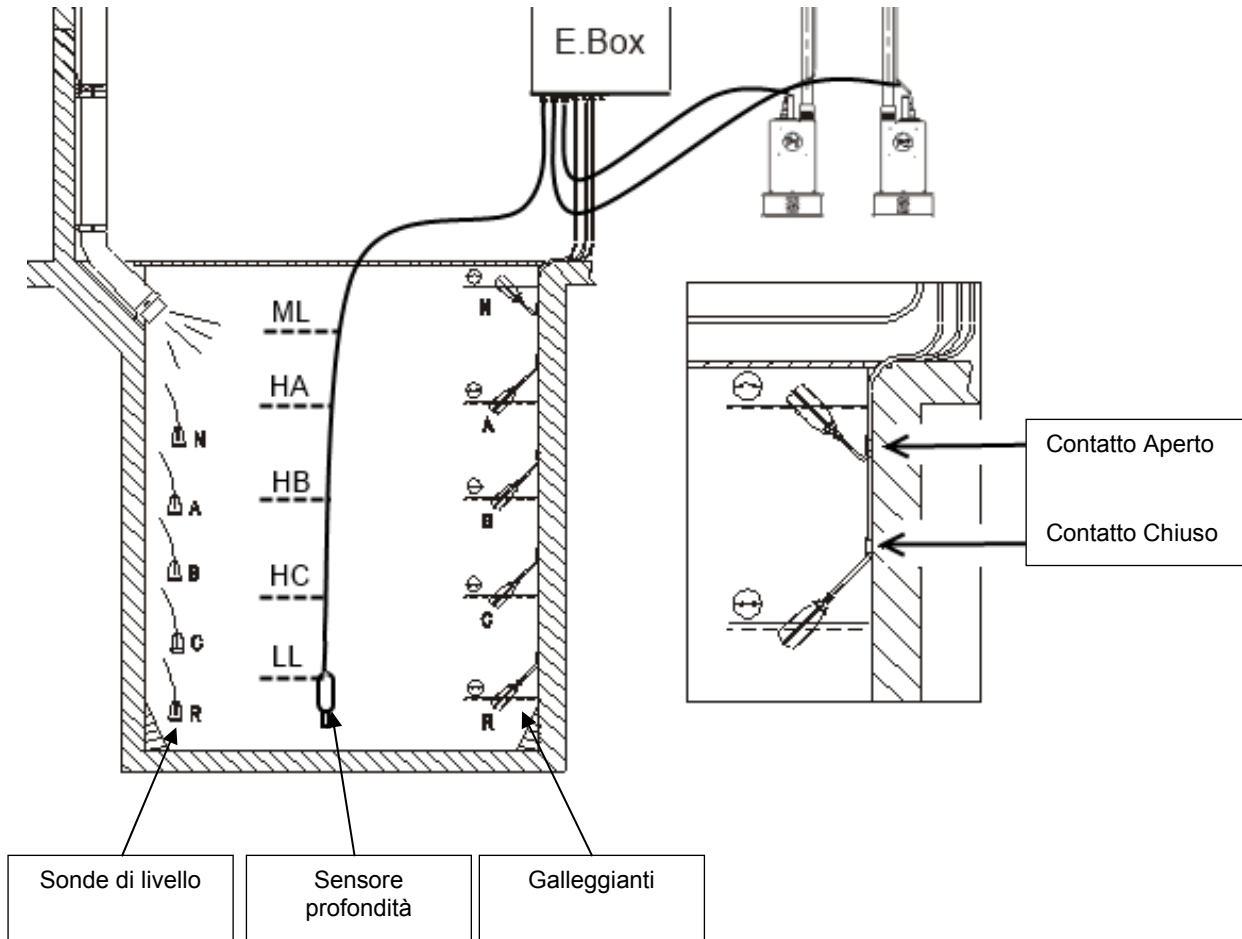
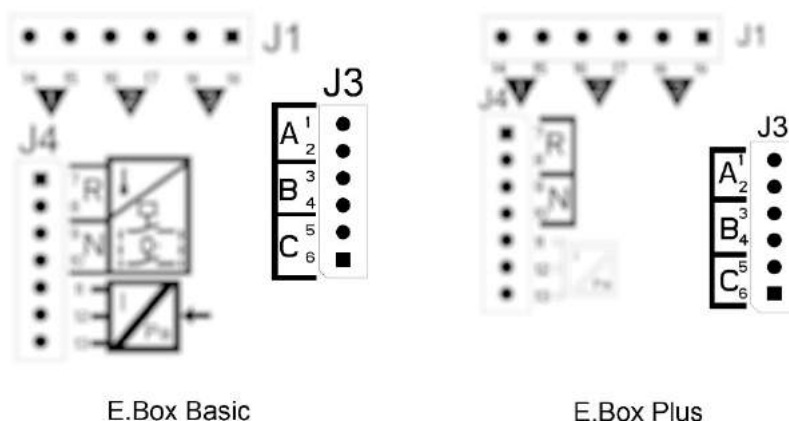

Figura 19: Schema ingressi sistema di riempimento
Figura 22: Ingressi
- Usare galleggianti per riempimento, contatto chiuso a livello acqua basso, vedi Figura 19 Schema ingressi sistema di riempimento.
- **Sistema a 2 galleggianti:** in questo caso vanno utilizzati gli ingressi B e C (A non deve essere usato). I galleggianti nella vasca vanno posizionati come in Figura 19. Per l'installazione elettrica vedere Figura 22.
- **Sistema con 2 sonde di livello:** in questo caso vanno utilizzati gli ingressi B e C (A non deve essere ponticellato). Le sonde di livello nella vasca vanno posizionate come in Figura 19. Per l'installazione elettrica vedere Figura 22.
- **Sistema a 3 galleggianti o sonde di livello:** in questo caso vanno utilizzati gli ingressi A, B e C. I galleggianti o sonde di livello vanno posizionati come in Figura 19. Per l'installazione elettrica vedere Figura 22.